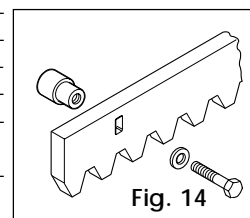

Fig. 14
4.4.1. CREMAGLIERA DI ACCIAIO A SALDARE (Fig. 14)